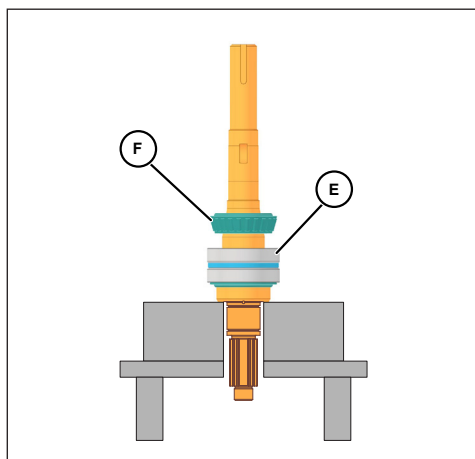

Figure 81 - Pose de la coupelle supérieure et du cône supérieur
7. Placez la coupelle supérieure (figure 81, élément E) sur l'entretoise extérieure.
8. Lubrifiez l'ensemble cône et rouleau supérieur restant (figure 81, repère F) avec de l'huile ou de la graisse et glissez-le sur l'arbre, le rayon du rouleau étant tourné vers le haut. Enfoncez-le sur l'arbre et dans la coupelle supérieure.